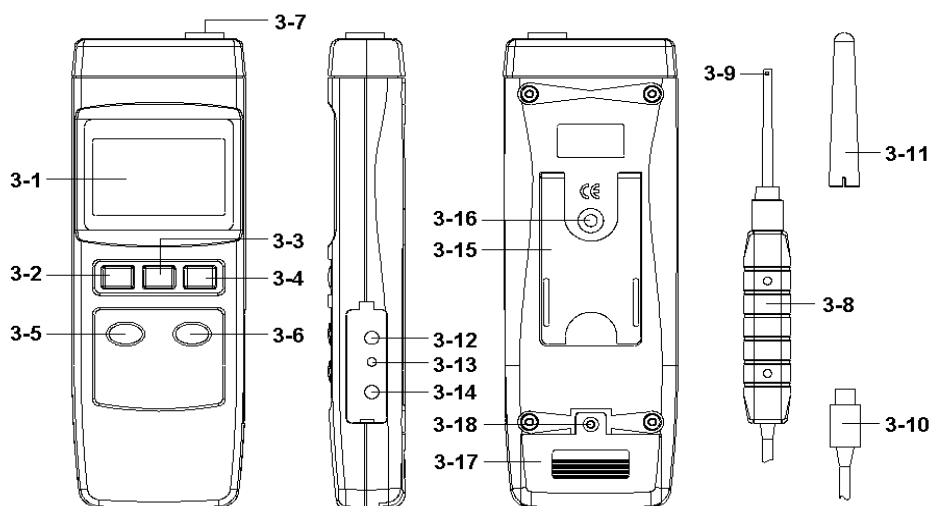

FIG. 1
- 1) Encienda el medidor presionando una vez el botón "Encendido" (3.2, Fig. 1), la pantalla mostrará la siguiente pantalla en secuencia:
- 2) Presione una vez el botón "Modo" (3.6, Fig. 1), la pantalla mostrará la siguiente pantalla en secuencia:
\* Antes de la medición, fije la sonda en la posición exacta, pulse el botón "ZERO" (3-5, Fig. 1.) de forma continua por lo menos dos segundos hasta que la pantalla muestre el valor "0", en el mismo tiempo, la pantalla mostrará el indicador "0" luego suelte el dedo del botón.
\* Presione otra vez el botón "ZERO" (3-5, Fig. 1.) de forma continua al menos dos segundos, el indicador "0" desaparecerá y la pantalla volverá al valor "no cero" (mostrará el valor medio del campo magnético).
Durante la medición, presione una vez el botón "Hold" (3-3, Fig. 1.) y mantendrá el valor medido y la pantalla mostrará un símbolo "HOLD".
\* La función registro de datos registra las lecturas máximas y mínimas. Pulse una vez el botón "REC" (3-4, Fig. 1) para iniciar la función de registro de datos y aparecerá el símbolo "REC" en la pantalla.
a) Pulse una vez el botón "REC" (3-4, Fig. 1.), el símbolo "REC MAX." junto con el valor máximo aparecerá en la pantalla.
Si desea eliminar el valor máximo, sólo tiene que pulsar una vez el botón "Hold" (3-3, Fig. 1.), entonces la pantalla mostrará solamente el símbolo "REC". y ejecutará la función de memoria de forma continua.
b) Presione otra vez el botón "REC" (3-4, Fig. 1.) , el símbolo "REC. MIN" junto con el valor mínimo aparecerá en la pantalla.
Si desea eliminar el valor mínimo, basta con pulsar una vez el botón "Hold" (3-3, Fig. 1.) , entonces la pantalla mostrará solamente el símbolo "REC". y ejecutará la función de memoria de forma continua.
Pulse el botón "SET" (3-6, Fig. 1.) de forma continua al menos dos segundos entrará en el modo "Configuración avanzada", y luego pulse otra vez el botón "SET" (3-6, Fig. 1.) espere un momento y entonces seleccione la función dos, la pantalla inferior mostrará:
- 1) Utilice el " botón AC/DC " (3-5, Fig. 1) o el " botón RANGO "( 3-6, Fig. 1 ) para seleccionar el valor máximo desde " SI " o " NO ".
- 2) Después de seleccionar la función deseada (SI o NO), presione el "botón REC" (3.4, Fig. 1) para guardar la función de manera predeterminada.
- 1) Utilice el botón "AC/DC" (3.5, Fig. 1) o el botón "RANGO" (3-6, Fig. 1) para seleccionar en el indicador de pantalla "mT" o "G".
- 2) Después de que la unidad en la pantalla sea seleccionada (mT o G), presione el botón "REC" (3-4, Fig. 1) para guardar la función de configuración de manera predeterminada.
El instrumento tiene un interfaz de serie RS232 de PC a través de un terminal de 3,5 mm (3-11, Fig. 1.). La salida de datos es un flujo de 16 dígitos que pueden ser utilizados para la aplicación específica del usuario. Un cable RS232 con la siguiente conexión será necesario para conectar el instrumento con el puerto serie del PC.
- 2) Afloje el tornillo de la tapa (3-18, Fig. 1.), deslice la tapa de la batería (3-17, Fig. 1.) y retire la batería. Reemplácela con batería de 9V DC (006P alcalinas / de alta resistencia), y reinstale la cubierta.